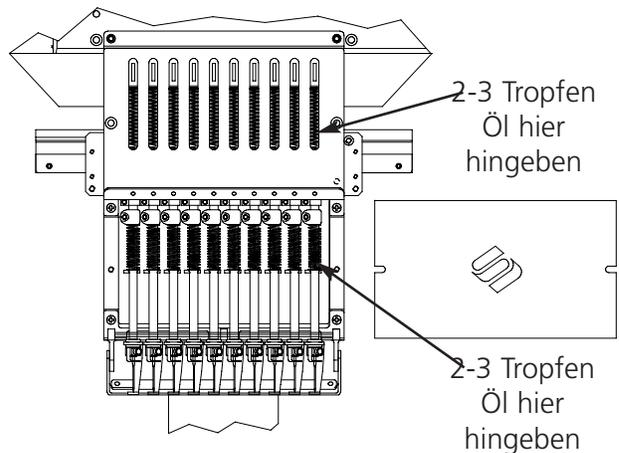

Abbildung 4-8
1. Wird untere/obere Nadelstange angezeigt, drücken Sie die Taste . Es ist keine Bewegung notwendig. Siehe Abb. 4-8, um die unteren und oberen Nadelstangen zu ölen. Schmieren Sie die Nadelstangen für alle zehn Nadeln. Nach Beendigung die Taste  drücken.